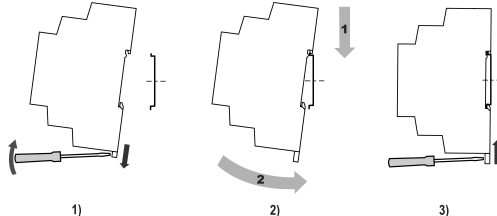

Рисунок 1 – Установлення пристрою
2. Установити пристрій на DIN-рейку відповідно до рисунок 1 у напрямку стрілки 1;